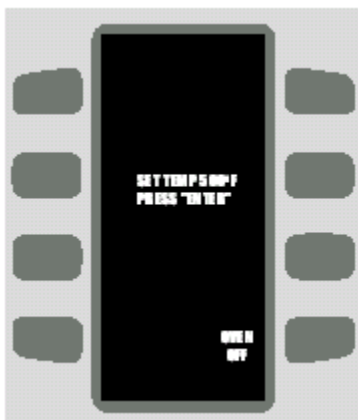

Figura 27: Tela Escolha de Temperatura.
4. A tela "Temperature Select" (Escolha de Temperatura) (Figura 27) aparecerá. Pressione a tecla "Enter" para avançar para a tela "Edit Group" (Editar Grupo) (Figura 25).
4. A tela de Escolha de Temperatura (Figura 27) será mostrada com a presente configuração de temperatura.